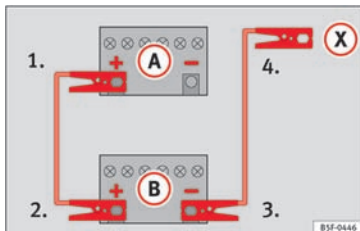

Fig. 133 Tilslutningsdiagram for biler uden start-stop-system
2. Sæt den ene ende af det **røde** startkabel på pluspolen **+** i bilen med det afladete batteri **(A)** »» » **Fig. 133**.
4. **I biler uden start-stop-system:** Sæt den ene ende af det **sorte** startkabel på stelpunktet **-** på den bil **(B)** »» » **Fig. 133**, der skal give strøm.